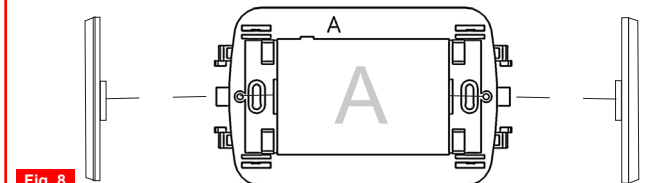

Fig. 8
N.B. Nel caso in cui si debbano montare placche AVE serie Banquise o serie Noir, VIMAR serie Idea o Rondò, BTICINO serie Matix, inserire nelle apposite fessure laterali le adeguate "Barrette coprifori" in dotazione (Fig.8).